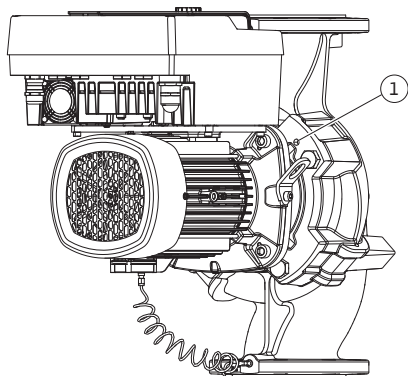

Fig. 11: Éjection du kit embrochable par les trous taraudés (DN 100 ... DN 125)
5. Desserrer le kit embrochable (voir Fig. 4) du corps de pompe. Desserrer pour cela toutes les vis (DN 32 ... DN 80 : Fig. I, pos. 29 ; DN 100 ... DN 125 : Fig. II, pos. 29). Éjecter le kit embrochable du corps de pompe. Pour ce faire, utiliser les deux trous taraudés (Fig. 11, pos. 1) pour DN 80 ... DN 125. Pour desserrer le logement, visser des vis M10 de longueur adéquate dans les trous taraudés.
5. Éjecter le kit embrochable (voir Fig. 4) du corps de pompe. Pour ce faire, utiliser les deux trous taraudés (voir Fig. 11). Pour desserrer le logement, visser des vis M10 de longueur adéquate dans les trous taraudés.
7. Desserrer les deux vis imperdables de la tôle de protection (Fig. II, pos. 27) et retirer la tôle de protection.
8. Engager une clé plate de surplat 27 mm dans le regard de la lanterne et maintenir l'arbre au niveau des surfaces de serrage (Fig. II, pos. 16). Dévisser l'écrou de blocage de roue (Fig. II, pos. 22). Retirer la roue (Fig. II, pos. 21) de l'arbre avec un dispositif de tirage.
9. Desserrer la tôle de support du capteur de pression différentielle (Fig. I, pos. 13) de la bride du moteur en desserrant la vis (Fig. II, pos. 10). Laisser le capteur de pression différentielle (Fig. I, pos. 8) suspendu avec la tôle de support (Fig. I, pos. 13) au niveau des lignes de mesure de pression (Fig. I, pos. 7). Si besoin, débrancher le câble de raccordement du capteur de pression différentielle dans le module électronique.
10. Desserrer les vis (Fig. II, pos. 10 et pos. 10a).
11. Séparer la lanterne du centrage du moteur et la retirer de l'arbre à l'aide du dispositif de tirage à deux bras (dispositif de tirage universel). La garniture mécanique (Fig. I, pos. 25) est extraite en même temps. Éviter de mettre la lanterne en porte-à-faux.
12. Si la garniture mécanique est endommagée, extraire le grain fixe (Fig. I, pos. 26) de la garniture mécanique du logement de la lanterne. Mettre en place un nouveau grain fixe dans la lanterne.